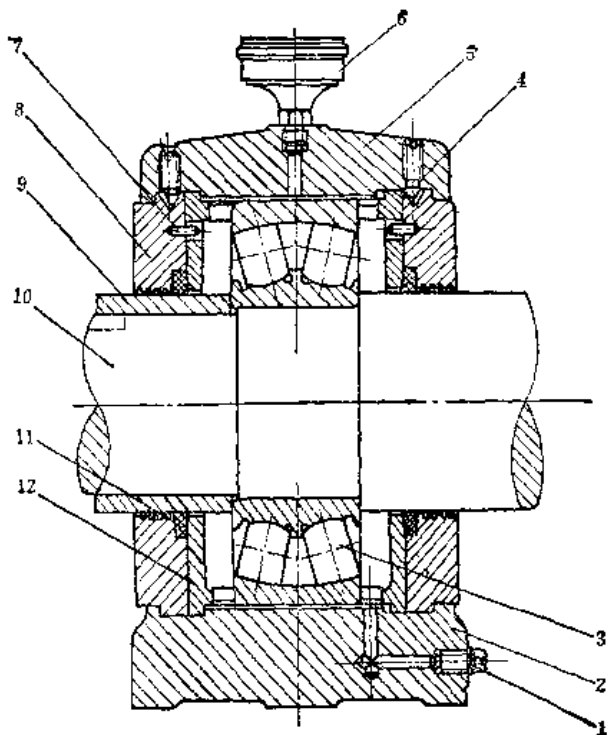

图8-1-14 中间轴承座
④ 拆下两个轴承座上盖紧固螺栓，拿下上轴承盖，再将链轮轴整个吊下来，然后取出轮毂端的轴承座内、外盖及轴套，再用长爪拉具拉下轴承（图8-1-14）。